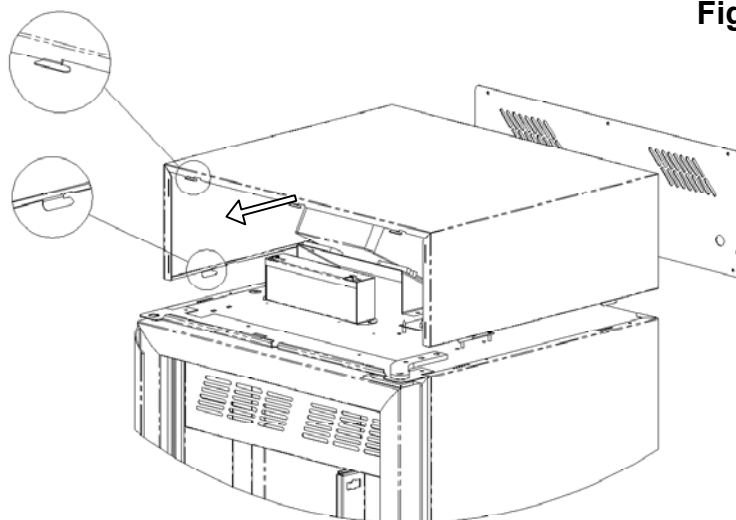

Fig.18
**Fase 3:** Para retirar la tapa superior es necesario retirar, con el auxilio de un destornillador de cruz, los tornillos de bloqueo de la rejilla de protección posterior cincada y empujar la tapa hacia la puerta hasta su completo desenganche de los ganchos de bloqueo (Fig. 18).